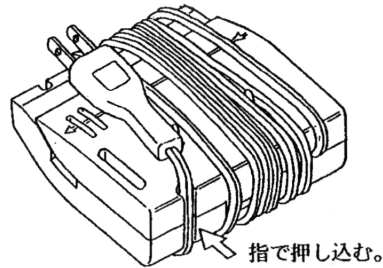

図4. 電源コードの巻取り
- 7) 電源コードは図4のように本体に巻きつけておけば保管に便利です。